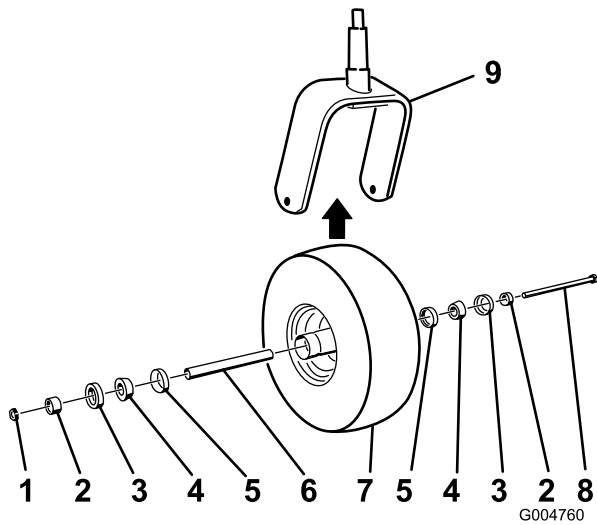

図 54
2. キャスタホイールアセンブリをキャスタフォークの間に保持しているボルトのロックナット（図 54）を外す。
5. コーンベアリングにグリスをパックし、キャスタホイールのハブにコーンベアリングとシールを押し込み、図 54のように組み上げる。